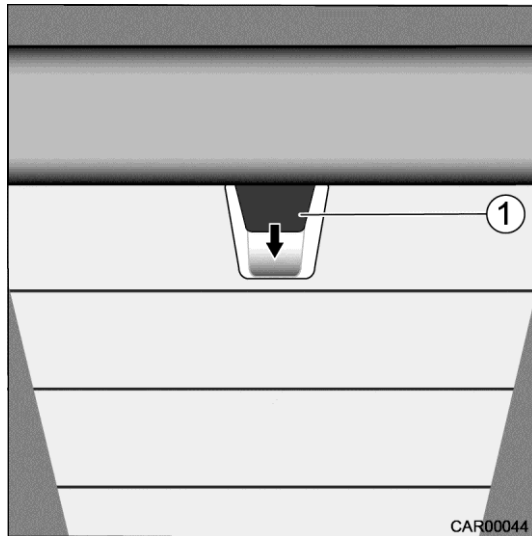

Fig. 89 Lit de pavillon mécanique en cabine
2. Déverrouiller le lit de pavillon en tirant sur la poignée (Fig. 89/1), le pousser vers le bas et l'abaisser.